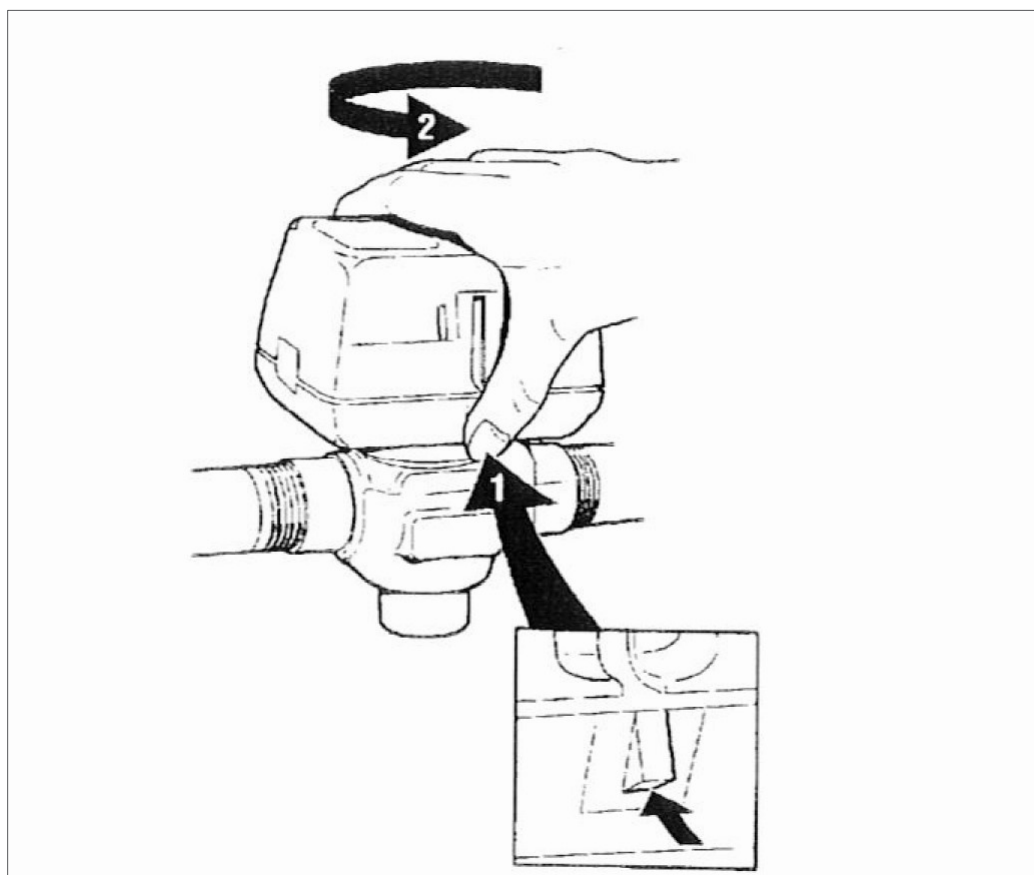

fig. 1
- a. premere il meccanismo di sgancio posto sotto la parte motore 1 (fig. 1).